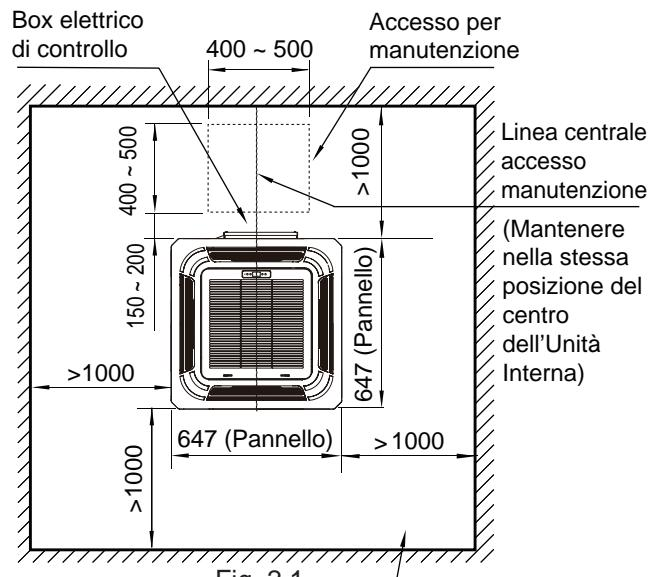
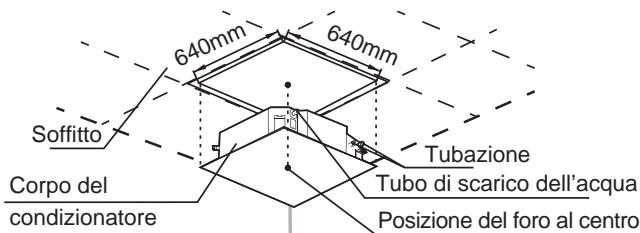

Fig. 2.1
Fig. 3.5
- Realizzare un foro quadrato di 640 x 640 mm nel soffitto, in base alla forma della piastra di installazione (accessorio 2): vedi Fig. 3.5; vedi Fig. 2.1 per l'accesso manutenzione.